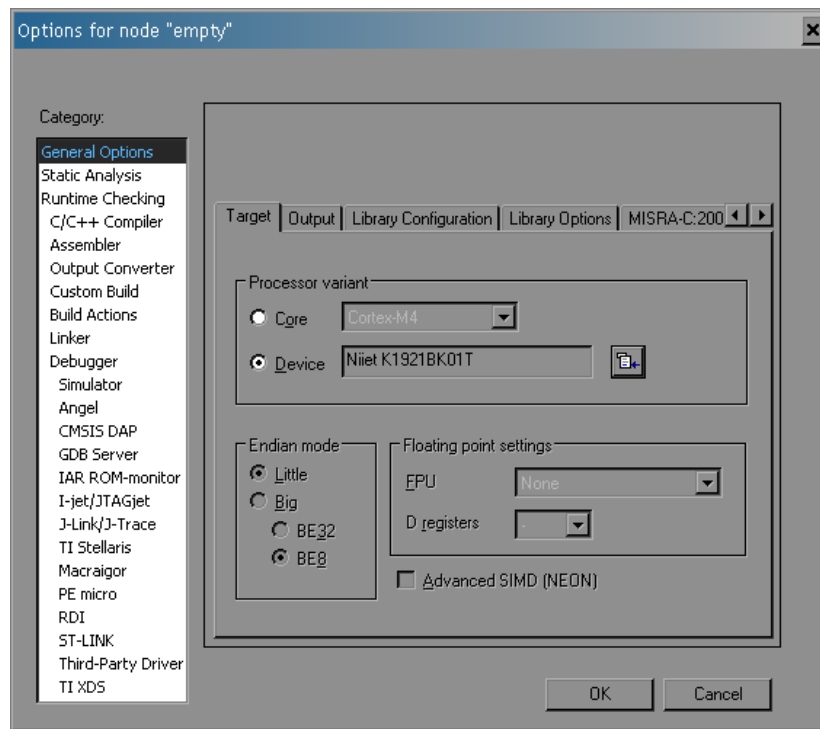

Рисунок 3.1 – Окно настроек проекта. Выбор устройства
3. В закладке GeneralOptions->Target измените используемый микроконтроллер (Device), из списка выберите «Niiet->K1921BK01T» (рисунок 3.1)